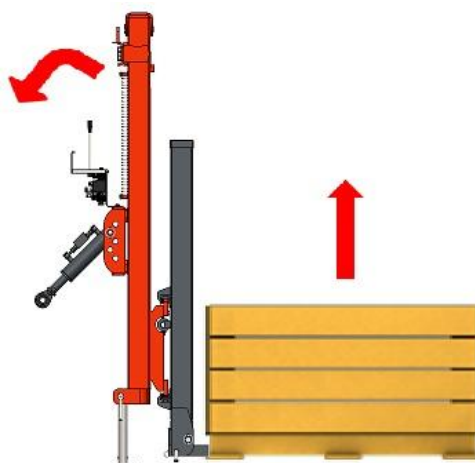

Figura 7.9 – Posicionamento da carga para movimentação.
5. Quando a carga estiver na posição mais próxima possível da coluna do Elevador, levante ligeiramente e com cuidado a carga do chão, e incline lentamente o Elevador na direção do trator (*Figura 7.9*).